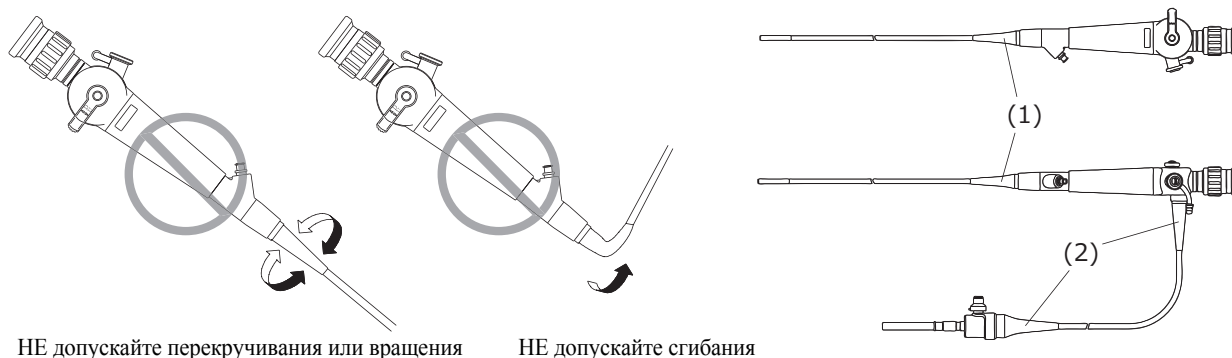

Рис. 4.1
- **НЕЛЬЗЯ** чрезмерно скручивать, поворачивать и изгибать компенсаторы механических напряжений на эндоскопе (компенсаторы механических напряжений рис. 4.1 (1) и (2)). Это может привести к повреждению эндоскопа. Обратите особое внимание на осторожное обращение с компенсатором вводимой части (см. рис. 4.1 (1)) на фиброскопе, так как он имеет маленький диаметр и с большей вероятностью может пострадать при неправильном обращении.